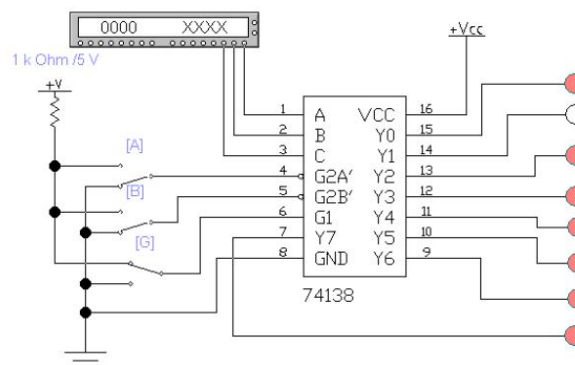

Рис. 4. Схема линейного дешифратора на гибридной интегральной микросхеме (ГИС) 74138.
3.1. Используя пакет Electronics Workbench, соберите схему линейного дешифратора двоичного кода в десятичный на три входа (рис.4) в среде Electronics Workbench на гибридной интегральной микросхеме (ГИС) 74138.